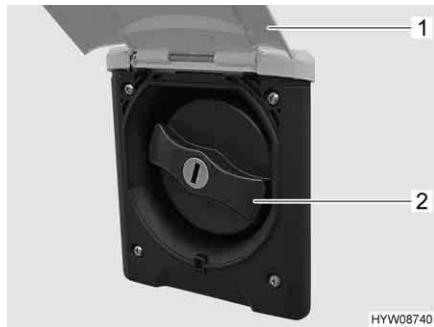

Fig. 144 Coperchio per bocchettone di riempimento dell'acqua potabile
- Sollevare lo sportello esterno (Fig. 144,1).
- Ruotare il coperchio blu (Fig. 144,2) di un quarto di giro.